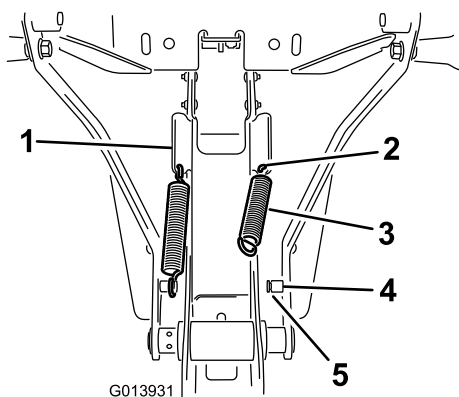

图 8
- 将弹簧安装在框架总成侧面斜角凸耳下端的孔中图 8。
- 将弹簧的一端钩到斜角凸耳的孔中将另一端钩到弹簧立柱上图 8。
- 确保弹簧端已正确固定在立柱的槽中图 8。